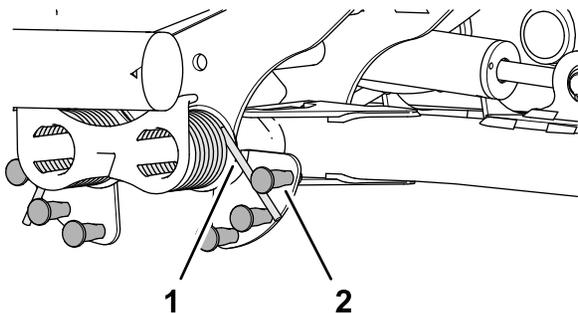

图 52
2. 将平衡压力弹簧的长端插入管或类似物体中，然后将弹簧围绕带肩螺柱旋转至所需位置（图 52）。